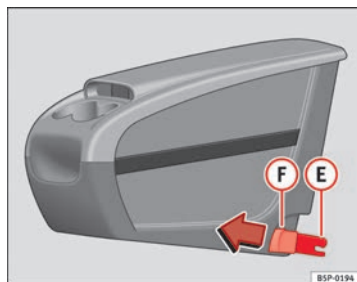
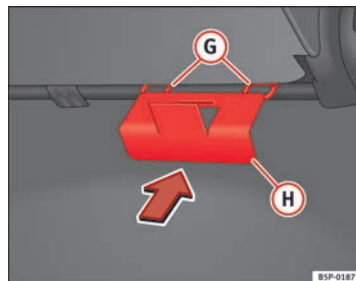

Fig. 111 Portaobjetos móvil. Montaje
Fig. 112 Placa de fijación del portaobjetos móvil
- Coloque desde el interior del vehículo, la placa de fijación H ⇒ fig. 112 del portaobjetos móvil, por la parte posterior del asiento. Debe estar situada entre el respaldo y el cojín, en la zona de la plaza central.
- Encare las dos piezas de fijación (E) ⇒ fig. 111, con las dos anillas de fijación (G) ⇒ fig. 112 y presione con fuerza hasta que las dos pinzas clipen totalmente con las anillas.
- Tire de cada uno de los botones ⇒ fig. 111 (F) de las pinzas (botones rojos) hacia delante, hasta oír que ha desclipado.